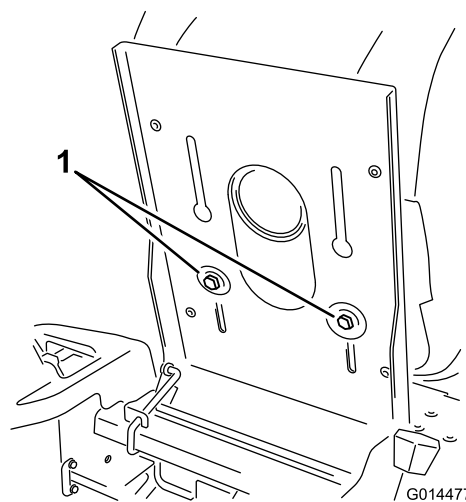

Figura 25
1. Levante el asiento y afloje los pernos de ajuste lo suficiente para poder desplazar el asiento (Figura 25).